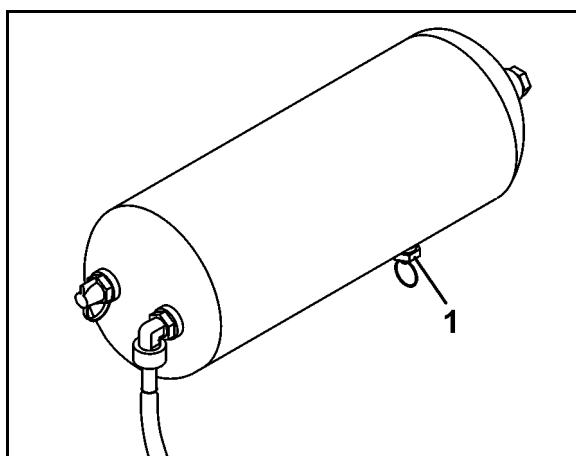

Рис. 123
1. Возьмите за кольцо и тяните водоотводный клапан (Рис. 123/1) вбок до тех пор, пока из ресивера не перестанет течь вода.